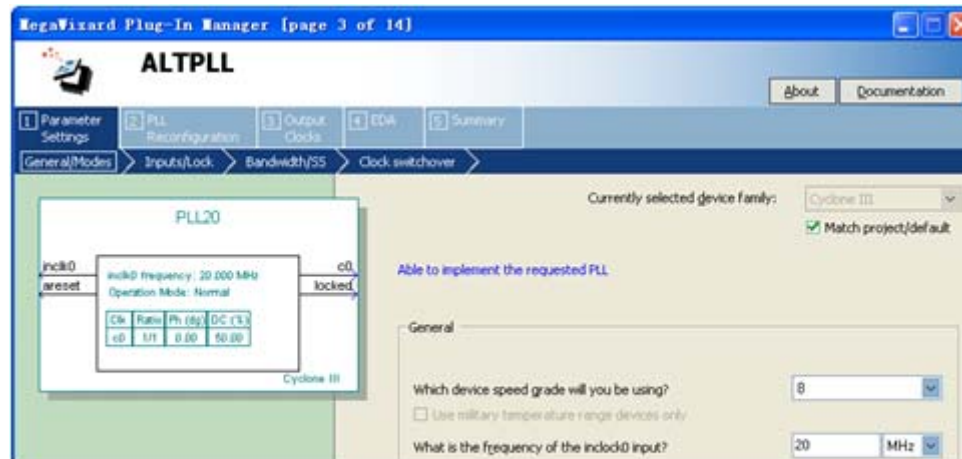

图 5-47 选择输入参考时钟 **inclk0** 为 20MHz
(2) 在图5-47所示窗中首先设置输入时钟频率inclk0为20MHz。
(3) 然后单击Next按钮。